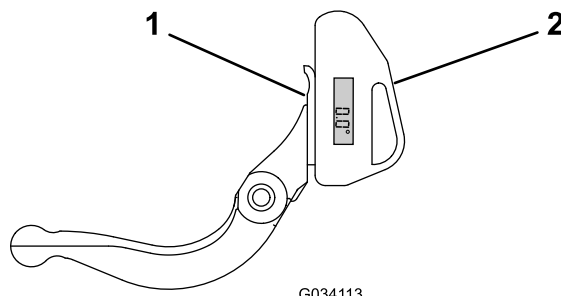

図 21
1. 図 21に示すように、ベッドナイフの底部に傾斜計をセットする。